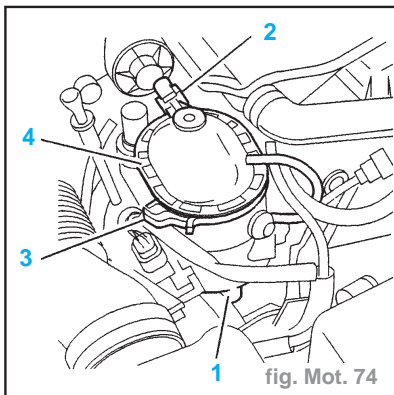

fig. Mot. 74
Impératif : Avant d'effectuer cette opération, vider le corps en ouvrant la vis de purge (1) un tube plastique permet l'évacuation du gazole, le non-respect de cette opération entraîne l'écoulement du gazole sur le mécanisme d'embrayage (fig. Mot. 74).